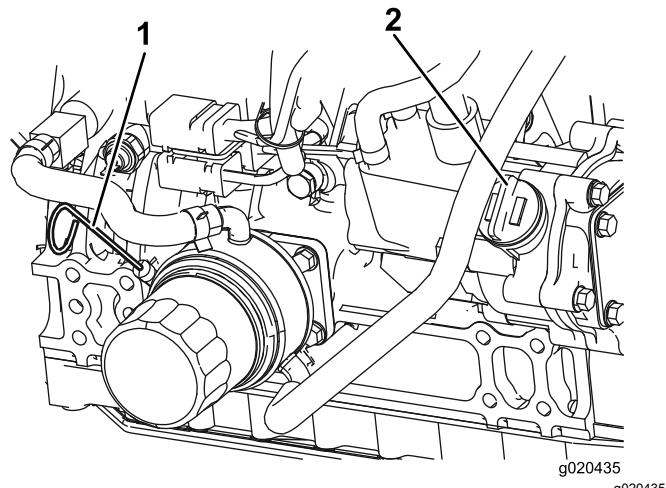

図 55
3. ディップスティックを抜き取り、付いているオイルをウェスで拭き、もう一度一杯に差し込んで抜きとる。FULL マークとADDマークの間にあればよい図 55。
4. オイルの量が少ない場合は、補給キャップ図 55を取り、Full とADDの間の位置までオイルを補給する。入れすぎないこと。